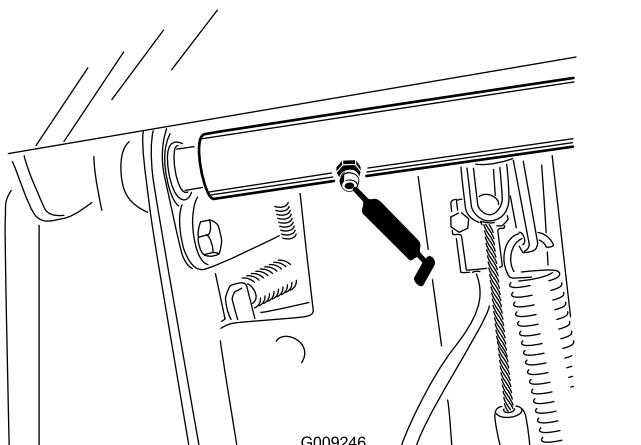

Bild 59
- Bremspedal-Drehzapfen der Wellenlager (2) (Bild 59)